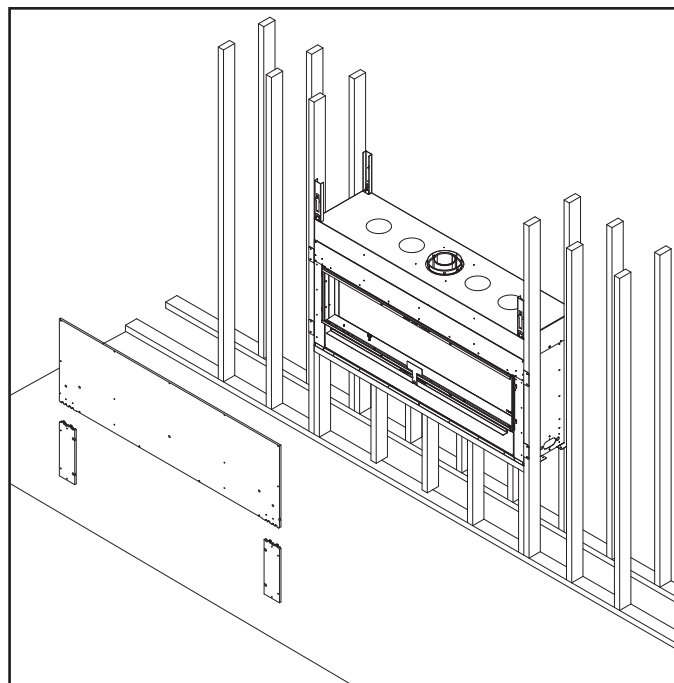

Figure 6.9 Installation du matériau de revêtement incombustible inclus à la fabrication
- Fixez le panneau du dessus aux pièces de charpente à l'aide de clous ou de vis à panneau de plâtre standards. Voir la figure 6.9.